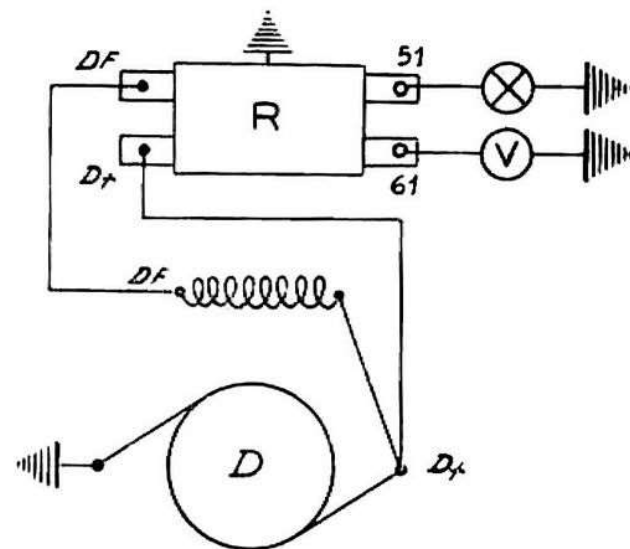

Fig. 117 - Schema prova tensione di regolazione a carico.
c) Tensione e giri di attacco: Collegare i morsetti D + e DF della dinamo con i corrispondenti del regolatore. Collegare il voltmetro tra il « 61 » del regolatore e la massa ed una lampadina spia tra il « 51 » e la massa (fig. 117). Fare ruotare